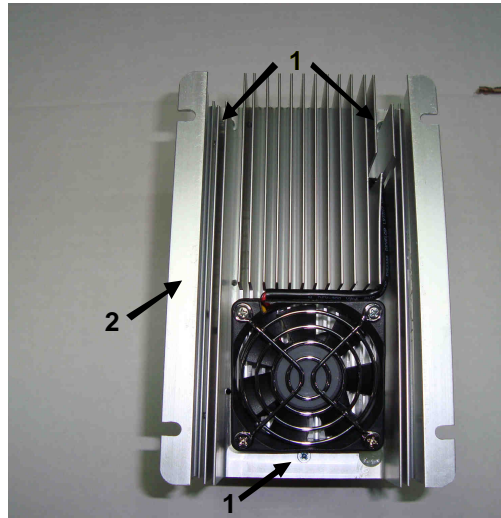

Рис. 6.3
6.2.1. Отвернуть 3 винта крепления верхней части корпуса к радиатору (рис. 6.3).